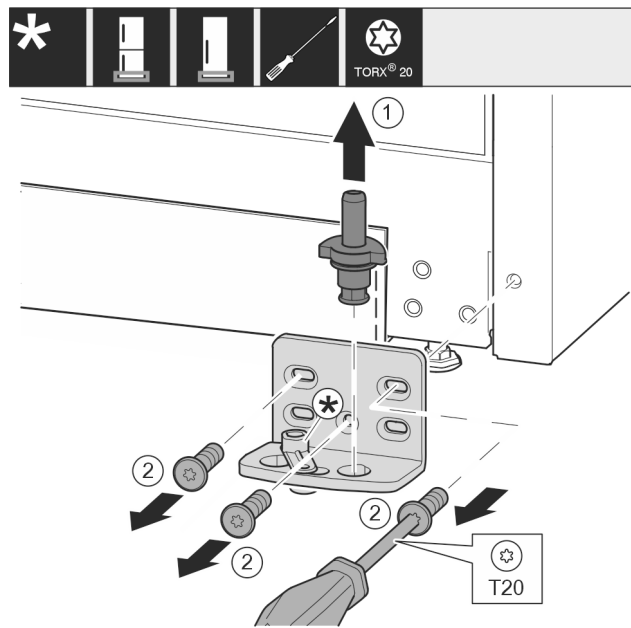

Fig. 12
- Vytiahnite ložiskový čap Fig. 12 (1) úplne nahor.
- Vyskrutkujte skrutky Fig. 12 (2) skrutkovačom a odnímite ložiskovú konzolu.